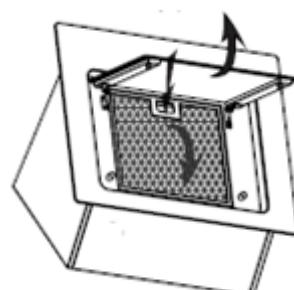

Figure 11
- Tear Quite los filtros tal y como se indica en la Imagen 11;